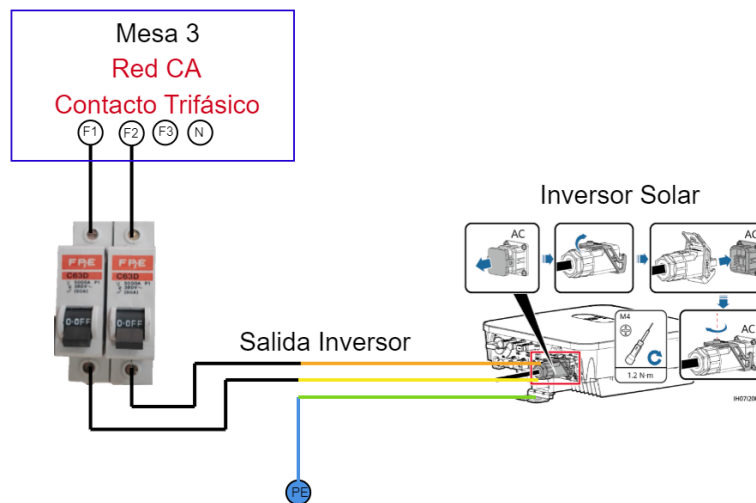

Fig. 97. Conexión del inversor a la Red de CA.
5. Conecte la extensión con clavija trifásica al contacto de la mesa 3 (en este caso solo se están energizando dos fases a la salida del inversor) como se muestra en la **Fig. 97**.